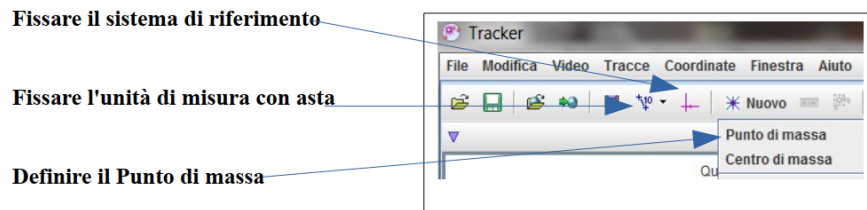

Figura 3
- Tra le icone in alto, selezionare "Misura a nastro con il braccio del goniometro" > Nuovo > Asta di misura e inserire, tramite l'asta, alcune lunghezze caratteristiche presenti nel video (es. la lunghezza di un tratto di percorso). L'unità di misura è in metri. *Vedi figura 3;*